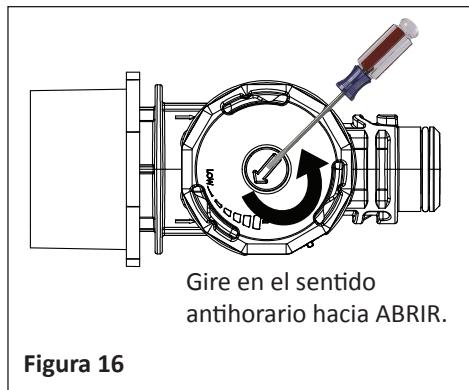

Figura 16
1. Con un destornillador de cabeza plana, gire la válvula en sentido horario (para reducir el caudal) o en sentido contrario a las agujas del reloj (para aumentar el caudal). Ver **Figura 16**.